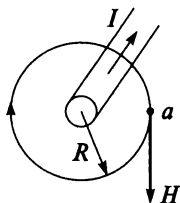

Рис. 4.4
Напряженность магнитного поля (H). Напряженность магнитного поля характеризует интенсивность поля в данной точке *без учета среды*, в которой создается магнитное поле, и является расчетной величиной. Кроме того, напряженность поля является векторной величиной. Вектор H проводится по касательной к магнитным линиям (рис. 4.4).